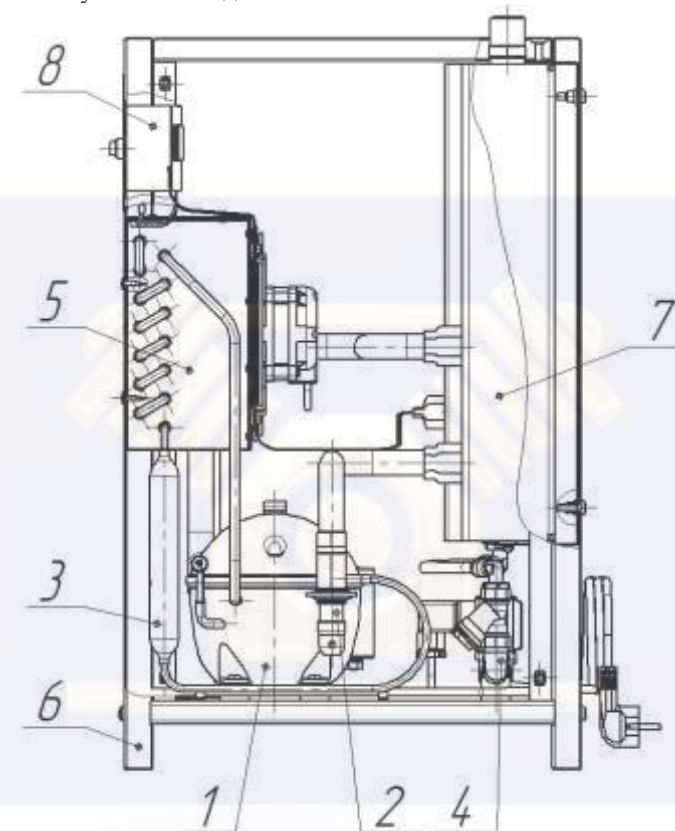
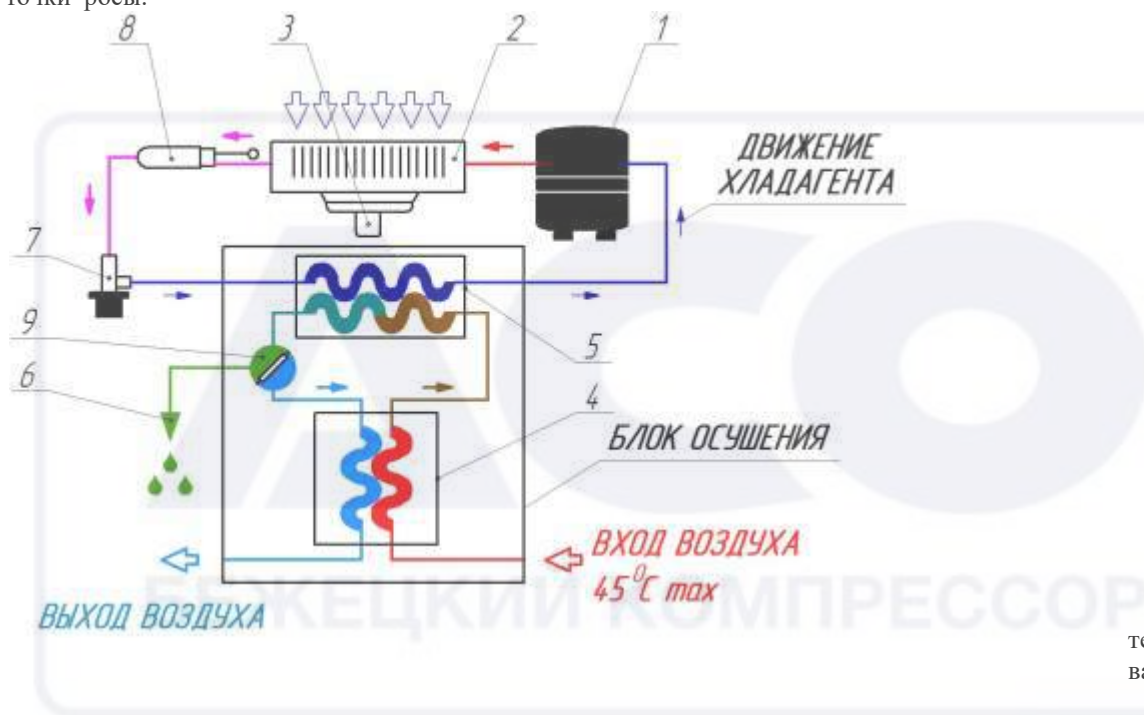

Рисунок 2 Основные узлы осушителя
Рисунок 3 Охлаждающий контур
4.2 Осушитель представляет собой конструкцию алюминиевого теплообменника, размещенного в блоке осушения 7 (рис.2). Поступающий сжатый воздух, охлаждается до температуры точки росы в две стадии. На первой стадии в контуре теплообменника «Воздух-воздух 4 (рис.3) охлаждает горячий воздух. На второй стадии в контуре теплообменника «Воздух-фреон» 5 (рис. 3) понижает температуру сжатого воздуха до заранее заданной температуры точки росы.
На этой второй стадии, благодаря пониженной температуре, пары воды конденсируются и в последствии отделяются из воздуха. Полученный конденсат скапливается в сепараторе 9 (рис.3) и удаляется при помощи блока слива конденсата 6 (рис.3).
4.3 Компрессор 1 (рис. 2) обеспечивает циркуляцию хладагента по фреоновому контуру осушителя.
4.4 Конденсатор 2 (рис. 3) в сборе с вентилятором 3 (рис. 3) представляют собой теплообменник, в котором за счет охлаждения сжатого газообразного фреона происходит конденсация его паров.
4.5 Регулятор производительности 2 (рис. 2) предназначен для регулировки подачи хладагента для обеспечения требуемой температуры точки росы.